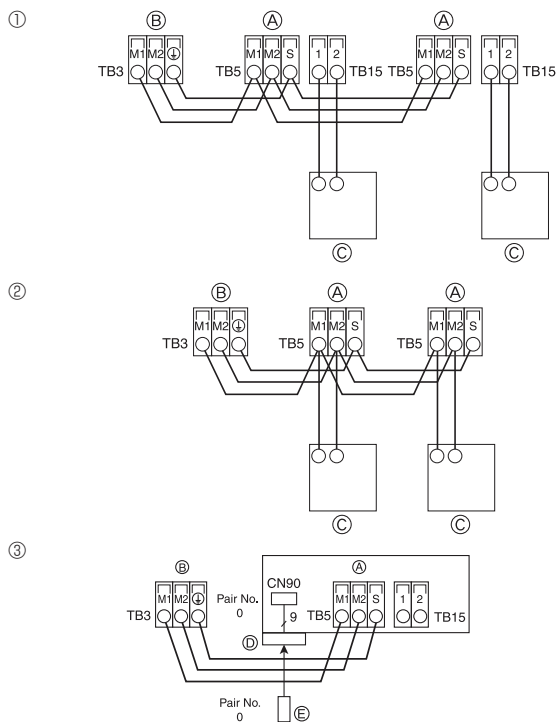

Fig. 4-8
4.4. Raccordement des câbles de télécommande et des câbles de transmission intérieur et extérieur (Fig. 4-8)
① Télécommande MA
② Télécommande M-NET
③ Télécommande sans fil (en cas d'installation d'un récepteur de signal sans fil)